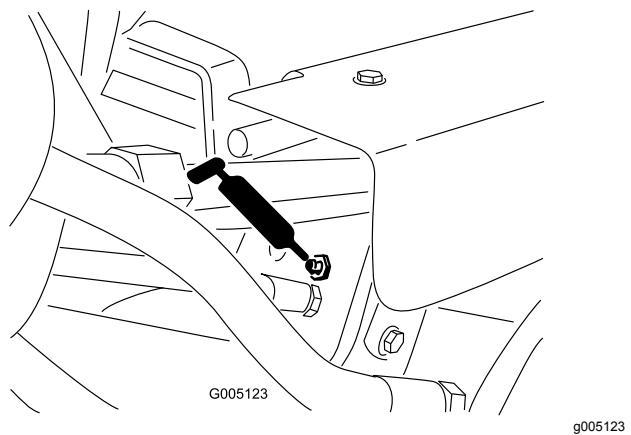

Figura 36
- Cilindros de elevação (3) (Figura 36)